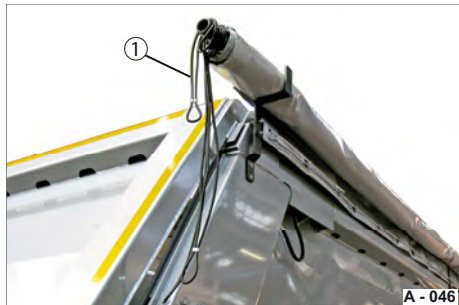

Abb. 55 Rollverdeck hinten entsichert
- ▶ Hängen Sie die Gummiseile (Abb. 55/1) am Heck des Anhängers aus den Verschraubungen der Mulde vorsichtig aus.